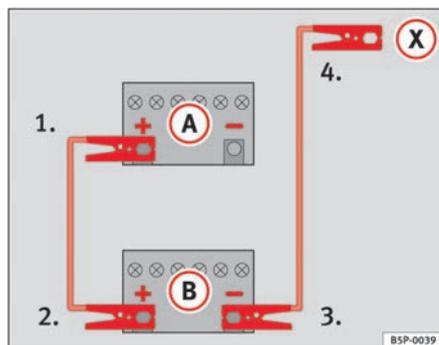

Fig. 163 Esquema de ligação dos cabos auxiliares do arranque
Na ⇒ fig. 163 **(A)** estão representadas a bateria descarregada e em **(B)** a bateria com carga.
1. Ligar uma extremidade do cabo auxiliar de arranque vermelho ao terminal positivo ⇒ fig. 163 **(+)** do veículo com a bateria descarregada ⇒